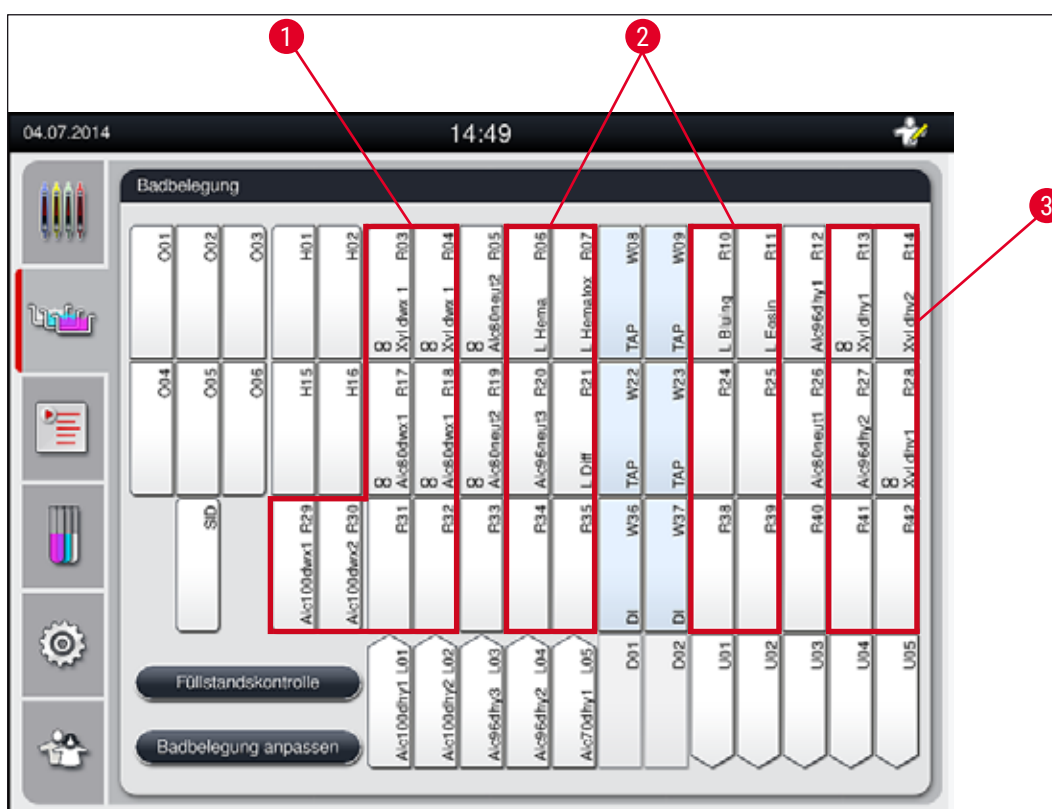

Abb. 39
- Färbereagenzien, die einen nachfolgenden Fließwasserschritt erfordern, sind benachbart der Fließwasserküvetten positioniert (→ "Abb. 39").